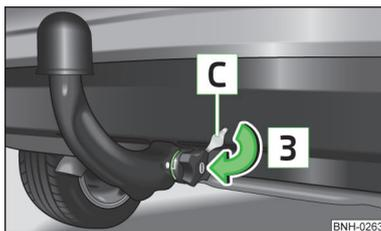

Fig. 108 Colocar la tapa de la cerradura
- Colocar la tapa en el cierre del volante en el sentido de la flecha » fig. 108.